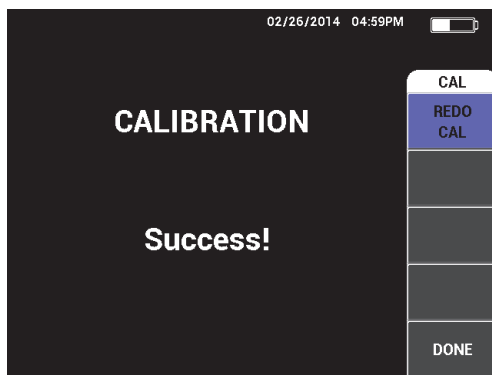

Figura 5-52 Confirmação de calibração concluída
5. Complete a calibração selecionando **DONE** depois que a mensagem **Success** é exibida (veja Figura 5-52 na página 166).